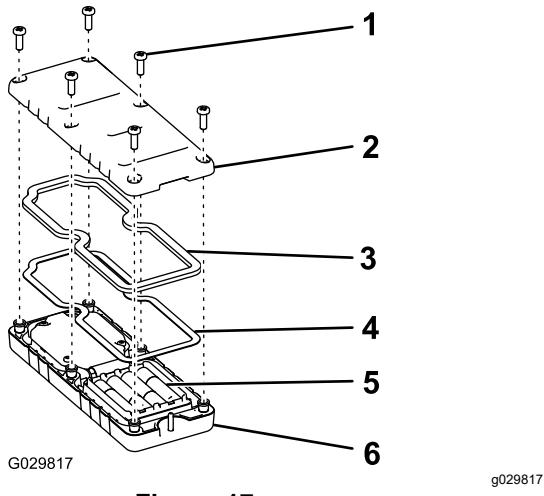

Figura 17
2. Ligue cada pilha no encaixe terminal observando a devida polaridade (Figura 17).
3. Certifique-se de que a junta de aço e o vedante de borracha estão encaixados no canal no comando remoto e volte a colocar a tampa traseira (Figura 17).
4. Prenda a tampa com seis parafusos (Figura 17) e aperte-os com uma força de 1,5 a 1,7 N·m.